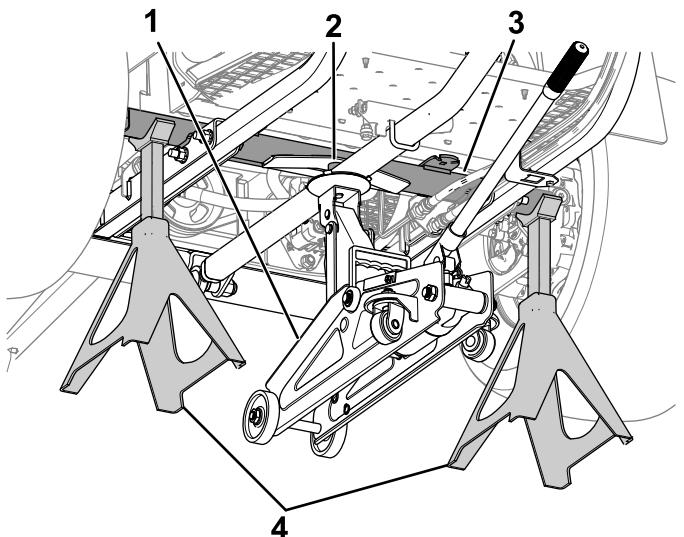

Figura 70
- Lados izquierdo y derecho – debajo del tubo trasero del bastidor, detrás de los motores de rueda (Figura 70).